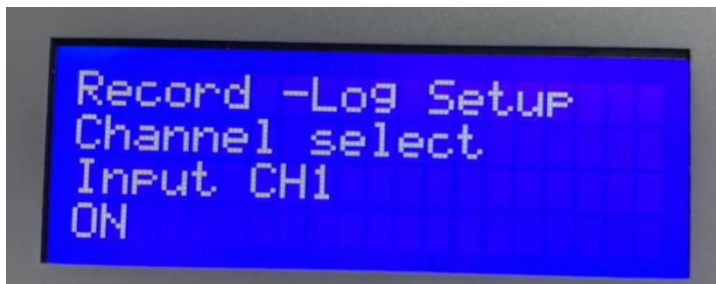

图 18 日志设置的通道选择界面
- (1) 通道记录选择界面如图 18 所示，液晶屏第三行显示当前通道编号，第四行显示该通道的数据记录启用状态。使用上下箭头键可在不同通道间切换，按下“Ent”键进入启用状态设置，再使用上下箭头键可切换启用或关闭记录。按下“Esc”键可退出设置界面。
- (2) 间隔时间设置默认为每 1 秒记录一次温度数据，用户可根据需求调整，设置范围为 1 至 3600 秒。
- (3) 当数据保存达到内存容量上限导致溢出时，系统默认停止记录。用户可根据需要将该设置修改为“Cover(覆盖)”旧数据或保持“Stop(停止)”记录。